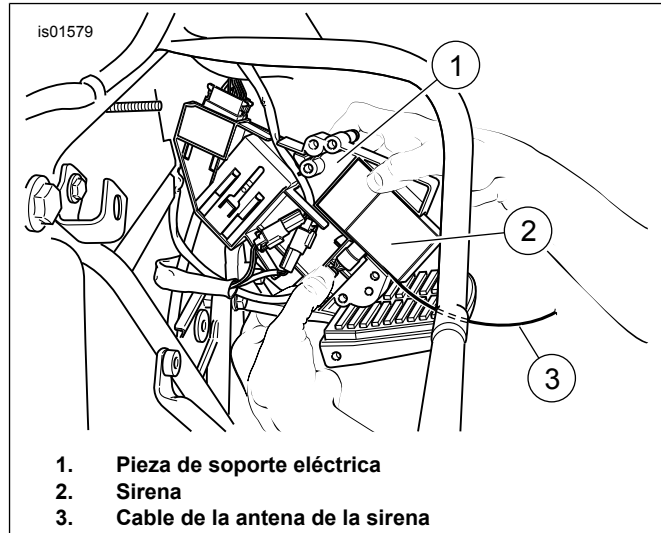

Figura 14. Deslice la sirena en su lugar (FL Touring 2002-2007)
6. Vea la Figura 14. Deslice la sirena (2) en su lugar en la parte posterior de la pieza de soporte eléctrica (1) para que el disco sensor quede hacia fuera.